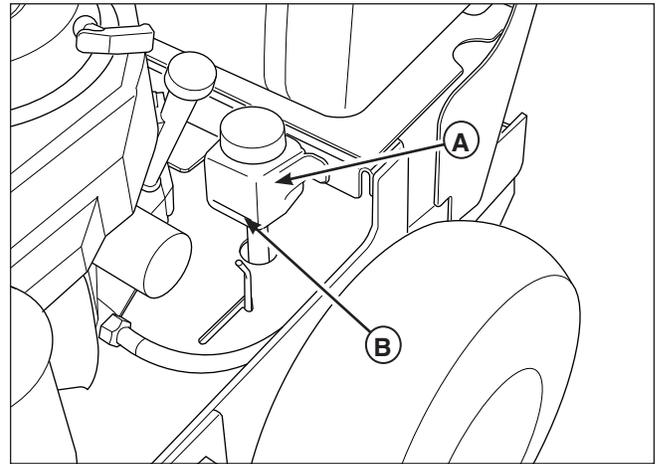

Figura 16. Verificación del nivel de aceite de transmisión
1. Revise el nivel de aceite cuando la unidad esté fría. Ubique los depósitos de aceite de transmisión (**A**, **Figura 16**) que están en la chapa de soporte del asiento. El aceite debe llegar a la marca "FULL COLD" (Llenado frío) (**B**). Si el aceite se encuentra bajo este nivel, siga con el paso 2.